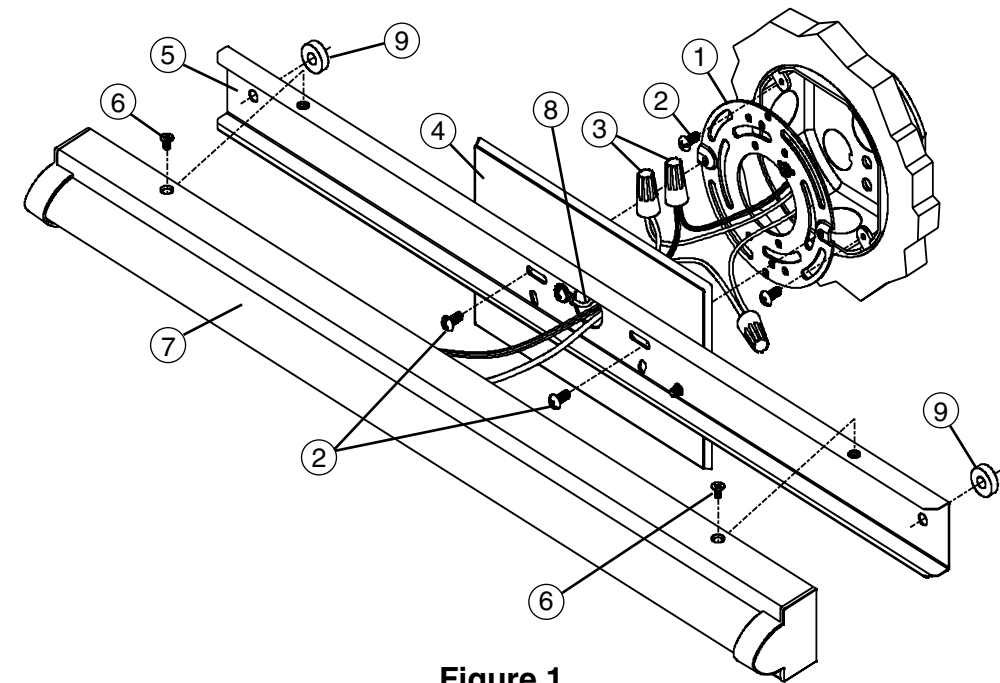
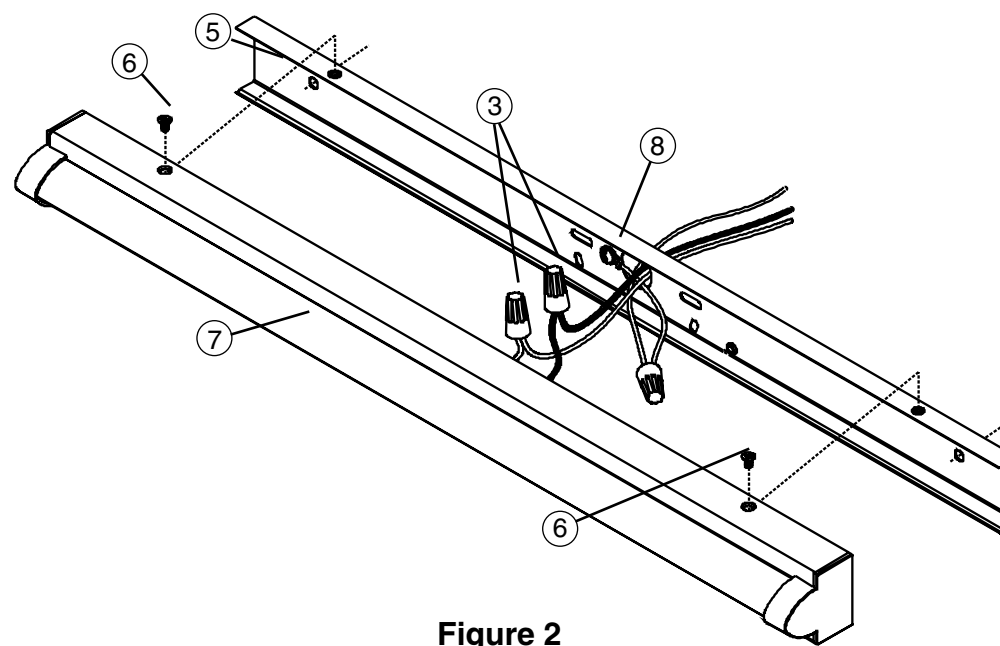
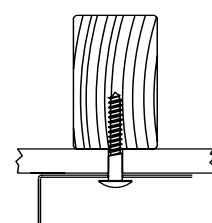
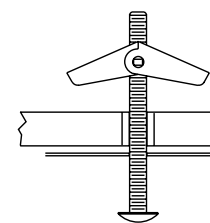

Figure 1
Figure 2
Figure 3
Figure 4
- 4a. Attacher la plaque de montage (1) au boîtier de raccordement en utilisant les vis de 1/2 po (2) pour que deux trous filetés s'alignent avec les trous de la plaque arrière (5) pour une installation verticale ou horizontale. Voir la figure 1.
- 5a. Pour soutenir les luminaires plus grands, tenir la plaque arrière (5) contre la surface de montage à l'emplacement désiré et marquer l'emplacement des trous de montage extérieurs de 1/4 po de Ø. Perceur un orifice pilote de 1/8 po de Ø à chaque emplacement.
- 6a. Si la perceuse atteint un clou ou une solive de plafond, utiliser des vis à bois (non incluses) et des supports d'espacement (9) pour sécuriser l'assemblage de plaque arrière (5) après avoir terminé les raccordements centraux. Voir la figure 3.
- 7a. Si la perceuse n'atteint pas de clou ou de solive de plafond, agrandir les trous de manière à pouvoir y insérer un boulon (non inclus). Installer le boulon dans la plaque arrière (5), un support d'espacement puis les vis avant d'effectuer les raccordements centraux. Voir la figure 4.
- 7a. Faire passer les fils du luminaire et de mise à la terre à travers le pavillon (4) et positionner le boîtier (7) et la plaque arrière (5) près de la boîte de raccordement.
- 8a. Utiliser les capuchons de connexion (3) pour connecter le fil de mise à la terre vert (9) au fil de de mise à la terre cuivre nu, puis relier le câble du luminaire noir au câble d'alimentation noir et le câble du luminaire blanc au câble d'alimentation blanc. Repousser soigneusement en place les fil connectés dans le boîtier de raccordement. Voir la figure 2.
- 9a. Séparer le boîtier (7) et maintenir la plaque arrière (5) contre la surface de montage. Si des vis à bois et des supports d'espacement (9) ou des écrous préinstallés, les insérer dans les avant-trous.
- 10a. Installer deux vis de 1/2 po de longueur (2) dans les fentes de la plaque arrière (5) puis dans les trous filetés de la plaque de montage (1). Maintenir le luminaire à niveau, serrer ces vis et les écrous jusqu'à ce que le luminaire soit fixé. Voir la figure 1.
- 4b. Si les règlements locaux le permettent et s'il n'y a pas de boîtier de raccordement, le luminaire peut être installé sans pavillon (4) en retirant les vis retenant le pavillon (4) à la plaque arrière et en laissant le pavillon (4) de côté.
- 5b. Couper l'alimentation au niveau du disjoncteur. Positionner la plaque arrière (5) contre la surface de montage, puis passer le câble d'alimentation par le centre. Marquer l'emplacement des trous extérieurs de 1/4 po de Ø de la plaque de montage, puis percer un orifice pilote de 1/8 po de Ø à chaque emplacement.
- 6b. Si la perceuse atteint un clou ou une solive de plafond, utiliser des vis à bois (non incluses) pour fixer la plaque arrière (5) après avoir terminé les raccordements. Voir la figure 3.
- 7b. Installer un serre-câble approprié (non inclus) dans le trou du centre de 7/8 po de Ø de la plaque arrière (5). Prévoir un espace suffisant dans la surface de montage pour encastrer le serre-câble.
- 9b. Insérer les vis à bois ou les boulons préinstallés dans les trous de montage déjà percés. Maintenir le luminaire à niveau, serrer les vis ou les boulons jusqu'à ce que le luminaire soit bien fixé. Voir la figure 1.
- 10b. Utiliser les capuchons de connexion (3) afin de connecter le fil de mise à la terre vert (8) avec le fil de mise à la terre cuivre, puis connecter le câble du luminaire noir au câble d'alimentation noir et le câble du luminaire blanc au câble d'alimentation blanc. Voir la figure 2.
11. Sans pincer les câbles, positionner le boîtier d'assemblage (7) par-dessus la plaque arrière (5) en l'alignant avec les trous de montage. Insérer les vis à tête plate (6) et serrer.
- 4a. Attach Mounting Plate (1) to junction box using 1/2" long screws (2) so that two threaded holes align with slots in the Backplate (5) for horizontal or vertical installation. See Fig. 1.
- 5a. To support longer length fixtures, hold the Backplate (5) against the mounting surface in the desired location and mark the location of the Ø1/4" outer mounting holes. Drill 1/8" Ø pilot hole at each location.
- 6a. If drill encounters a stud or joist, use wood screw(s) (*not supplied*) and Spacers (9) to secure the Backplate Assembly (5) after completing wire connections. See Fig. 3.
If drill does not encounter a stud or joist, enlarge the holes to accommodate toggle nuts & bolts (*not supplied*). Install the bolt(s) through the Backplate (5), a Spacer (9) then the toggle nut before making wire connections. See Fig. 4.
- 7a. Feed the fixture and ground wires through the Canopy (4) and position the Housing (7) and Backplate Assemblies (5) near the junction box.
- 8a. Use Wirenuts (3) to connect the Green Ground Wire (9) to the bare copper ground wire, then connect the black fixture wire to the black power supply wire and the white fixture wire to the white power supply wire. Carefully push the wires back into the Junction Box. See Fig. 2.
- 9a. Separate the Housing (7) and hold the Backplate Assembly (5) against the mounting surface. If using wood screw(s) and Spacers (9) or the pre-installed toggle bolt(s), Spacers (9) and nut(s), insert them into the pre-drilled mounting holes.
- 10a. Install two 1/2" long screws (2) through slots in the Backplate (5) into the threaded holes in the Mounting Plate (1). Hold the fixture level, tighten these screws and the toggle bolts until the fixture is secure. See Fig. 1.
- 4b. If codes permit and there is no junction box, the fixture can be installed without the Canopy (4) by removing the screws holding the Canopy (4) to the Backplate (5) and setting the Canopy (4) aside.
- 5b. Turn the power off at the circuit breaker box. Position the Backplate (5) against the mounting surface, centered over the supply wire entry location. Mark the location of the 1/4" Ø outer mounting holes then drill 1/8" Ø pilot holes at each location.
- 6b. If drill encounters a stud or joist, use wood screw(s) (*not supplied*) to secure the Backplate (5) after completing wire connections. See Fig. 3.
If drill does not encounter a stud or joist, enlarge the holes to accommodate toggle nut(s) & bolt(s) (*not supplied*). Install the bolt(s) through the Backplate, then the toggle nut(s) before completing wire connections. Discard Spacers (10) See Fig. 4.
- 7b. Install an appropriate supply wire strain-relief (*not supplied*) in the 7/8" Ø center hole of the Backplate (5). Provide sufficient clearance in the mounting surface to recess the strain relief.
- 9b. Insert wood screws or the pre-installed toggle nuts and bolts into the previously drilled mounting holes. Hold the fixture level, tighten the screws or toggle bolts until the fixture is secure. See Fig. 1.
- 10b. Use Wirenuts (3) to connect the Green Ground Wire (8) to the bare copper ground wire, then connect the black fixture wire to the black power supply wire and the white fixture wire to the white power supply wire. See Fig. 2.